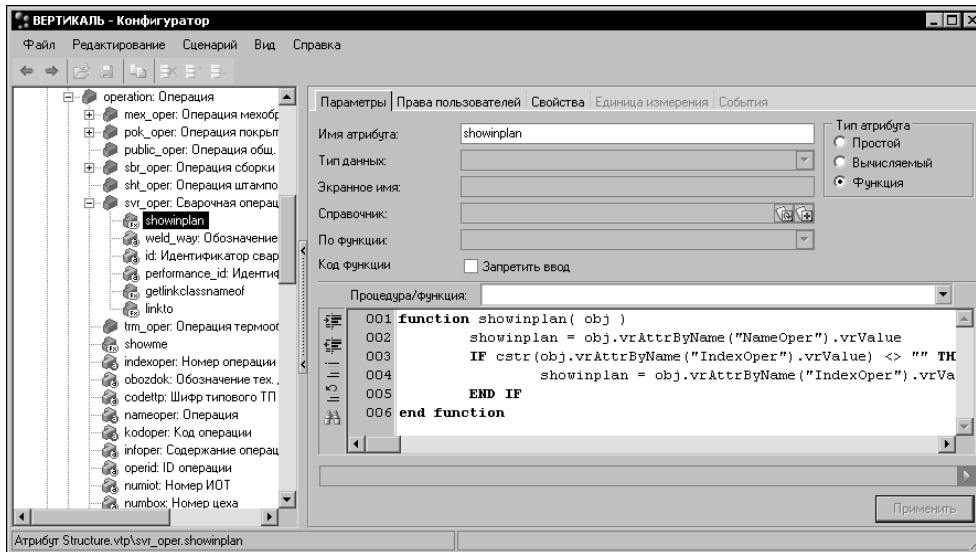

Рис. 17.7. Регистрация функции *Showinplan* для класса *svr\_oper* (сварочная операция)
3. В окне параметров (рис. 17.7) укажите следующие параметры: